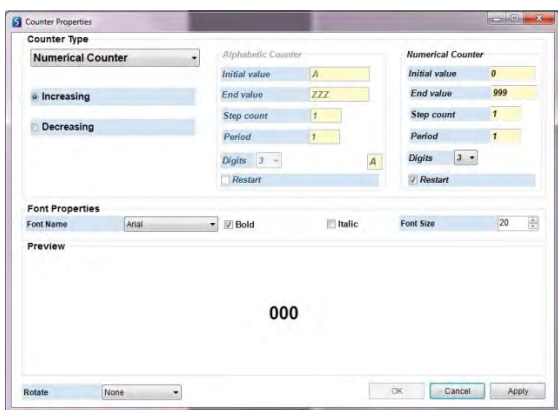

Рис. 4.47. Добавление счетчика
**«Restart» («Начать сначала»):** Задаёт, начнет ли счетчик повторный отсчет после того, как достигнет своего максимального значения. (См. Рис. 4.47)